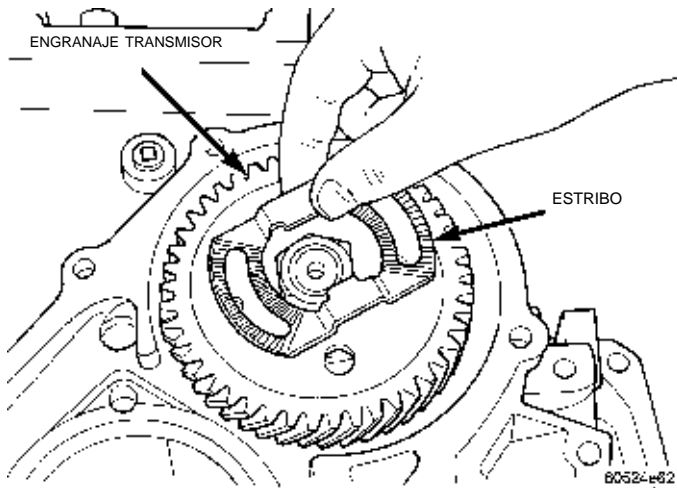
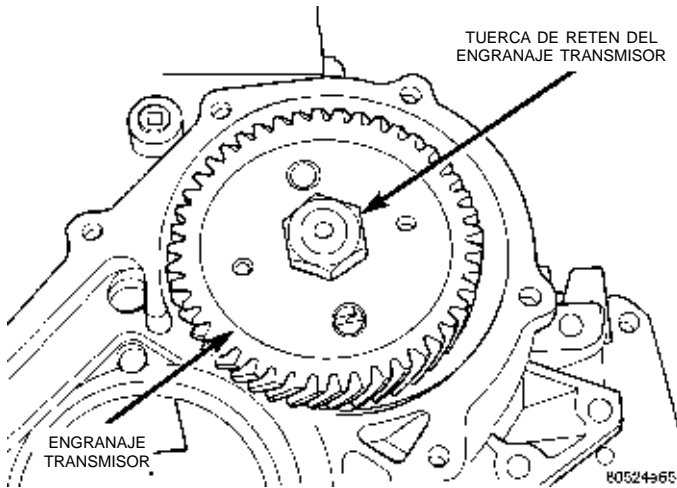

Fig. 156 Extracción del estribo del engranaje
Fig. 157 Estribo y brida retirados del engranaje transmisor
- (4) Retire el estribo del engranaje transmisor (Fig. 156) (Fig. 157).